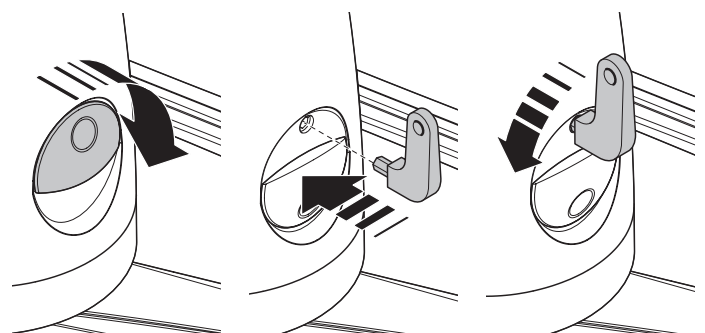

Abb. 12
01. Den Getriebemotor entriegeln, wie auf **Abb. 12** gezeigt;